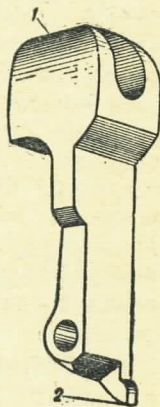

Рис. 17. Казенник:
18. Казенник (рис. 17) служит опорой шляпке гильзы патрона в момент выстрела; при взведении курка он вместе с собачкой подвигает заряженный барабан вперед и плотно прижимает шляпку патрона к барабану. Казенник имеет: **головку** с каналом для прохода бойка курка; нижняя часть головки сзади скошена, в этот скос упирается ползун при движении вверх, заставляя казенник наклоняться головкой вперед; **выступ**, который от давления на него передней плоскости опускающегося ползуна заставляет казенник отклоняться головкой назад; **отверстие** для надевания на ось, укрепленную в задней стенке рамки.